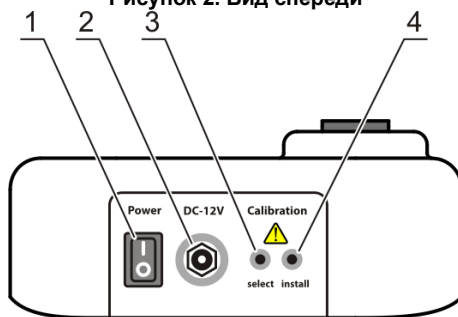

Рисунок 3. Вид сзади
5.2. Подсоедините внешний блок питания к сети. Включите прибор, переведя переключатель **Power** (рис. 3/1) на задней панели. **DEN-1B** может работать без блока питания, от батареек.
6.4. Подсоедините внешний блок питания к сети. Включите прибор, переведя переключатель **Power** (рис. 3/1) на задней панели.
6.5. Нажмите кнопку **Select** (рис. 3/3) на задней панели прибора.
6.6.1. **Пустое гнездо.** На дисплее появится индикация $\cdot\cdot\cdot$. Нажмите кнопку **Install** (рис. 3/4) для сохранения значения пустого гнезда. Экран покажет следующее требуемое значение калибровки.